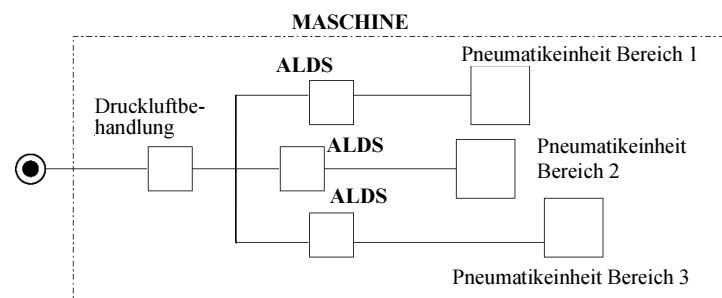

Abb. 7
- Je nach Komplexität der Maschine können mehrere Geräte zur Überwachung unterschiedlicher Bereiche installiert werden (siehe Abb. 7). Der Maschinenbauer muss diesen Aspekt unter technischen Gesichtspunkten berücksichtigen.